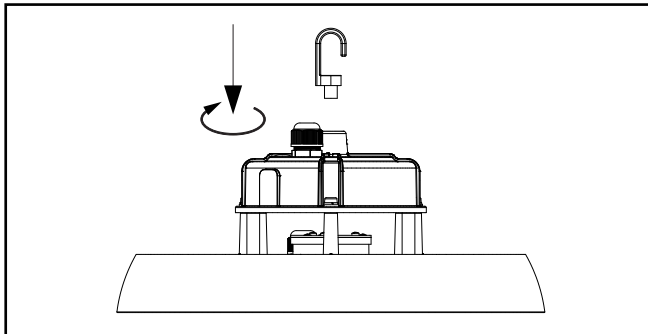

Figure 1.
1. Installez le crochet. (Figure 1.)